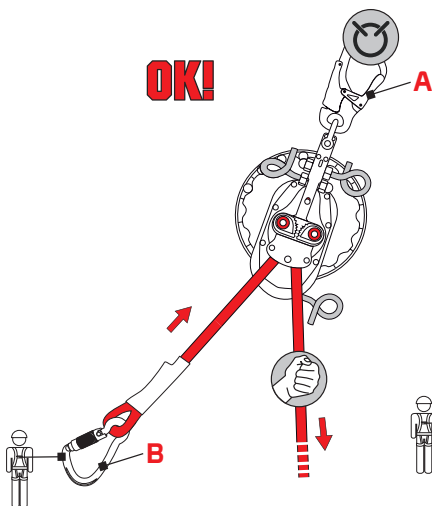
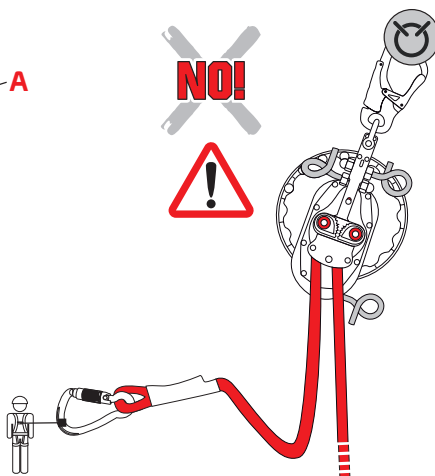

Fig.4A
Fig.4B
- collegare il capo corto della corda, mediante il connettore (B), all'imbracatura della persona da calare e tensionarla (fig 4a) assicurandosi che non vi sia alcun lasco (fig. 4b),